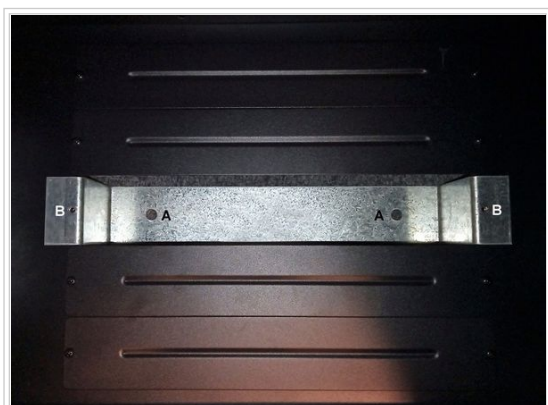

Fig. 2 - Fijación a piso Rack 19" 22U con pieza omega (cód.328053)
4. Fijar al piso con tacos y tirafondos la pieza omega (cód. 328053) en los puntos (A) (Fig. 2).
5. Sustituir los tornillos originales por unos de igual diámetro y mayor largo, posicionar la tapa central sobre la omega y ajustar los tornillos en los puntos (B).